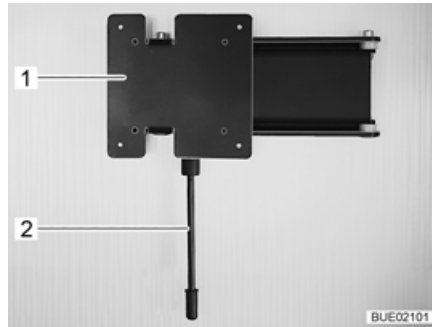

Fig. 91 Support mural
- Positionner : ■ Tirer le levier de déverrouillage (Fig. 91,1) vers le bas et faire pivoter le support (Fig. 91,2) et l'écran plat pour les amener en position souhaitée.